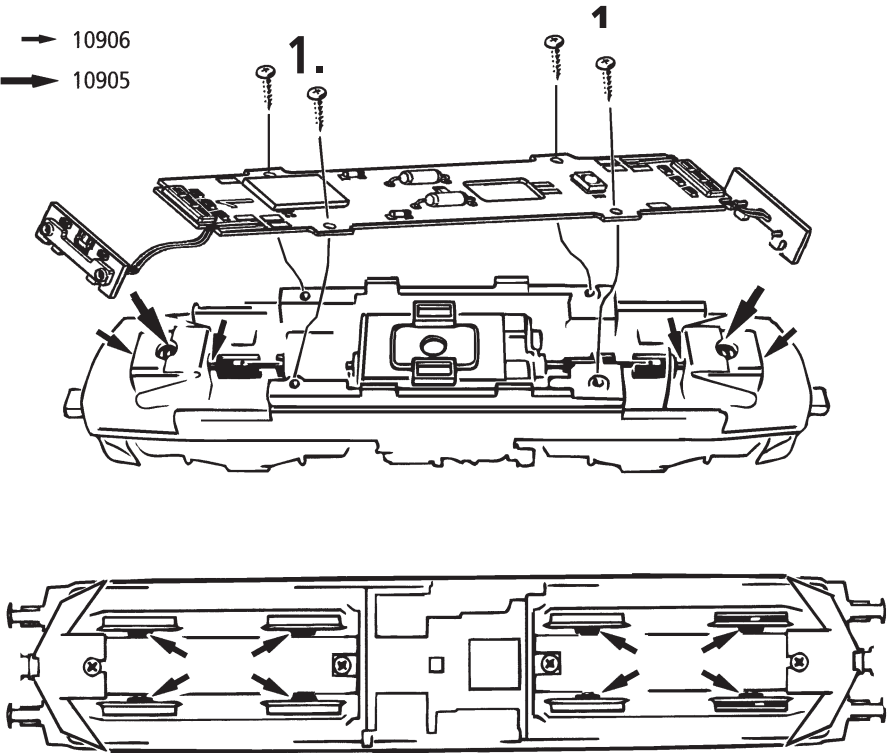
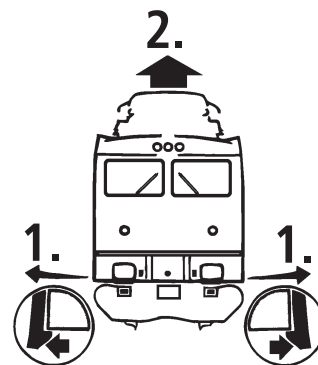

Fig. 7
Fig. 4
3. Haftreifenwechsel: Zuerst den Getriebedeckel abnehmen (Fig. 4). Danach den **Radsatz** herausnehmen und die **Haftreifen** mit einer Nadel od. mit einem feinen Schraubendreher abziehen (Fig. 7). Beim Aufziehen der neuen Haftreifen darauf achten, dass diese sich nicht verdrehen.
3. Change of traction tyre: Remove the gear cover (fig. 4). Take out **wheel set** and remove **traction tyre** using a pin or a fine screwdriver (fig. 7). When pressing on the new traction tyre please **avoid twisting it**.
3. Échange des bandages d'adhérence: Démontez d'abord **le couvercle du carter des engrenages** des engrenages (fig. 4). Délogez ensuite les essieux bandagés et enlevez, à l'aide d'une aiguille ou d'un tourne-vis fin, les bandages d'adhérence (fig. 7). Lors du montage des nouveaux bandages veuillez veiller à ce que les bandages **ne soient pas tordues**.